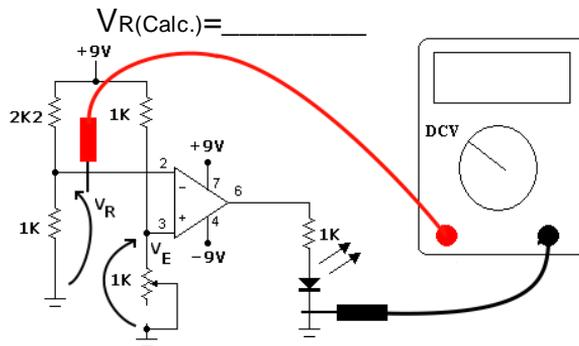
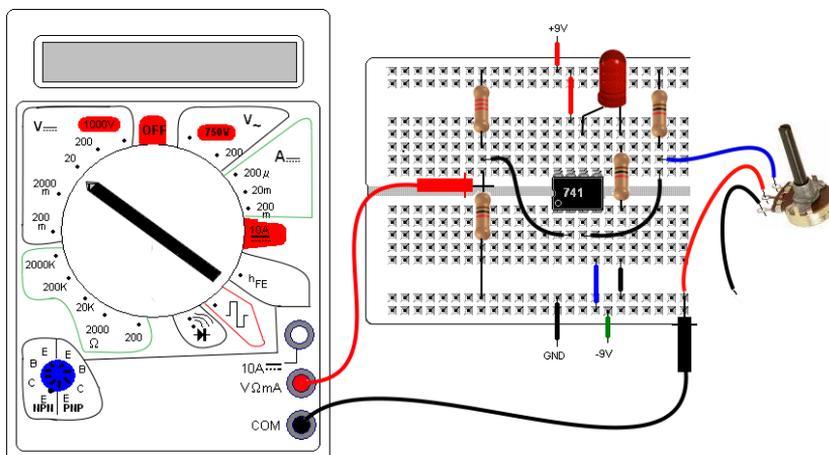

Figura 4 – Comparador de nível - medindo a tensão de referência
Figura 5 – Comparador de nível - Layout da Figura 12
- 3) Para o circuito da Figura 4 calcule qual o valor de R_v que provoca a mudança de condição (apagado
- 4) Para o circuito da Figura 4 **calcule** o valor da tensão de referência (V_R) aplicada na entrada inversora. Anote esse valor como $V_{R(\text{calc.})}$. Não esqueça é um divisor de tensão.
- 5) Monte o circuito da Figura 4 de acordo com *layout* da Figura 5 na MP. Meça a tensão na entrada inversora e anote como $V_{R(\text{Med.})}$. Varie o potenciômetro de zero até o valor máximo observando o que acontece com o LED na saída. Quando ocorrer a mudança na saída retire o potenciômetro e meça o valor que provocou a mudança. Anote esse valor como $R_T(\text{medido})$.